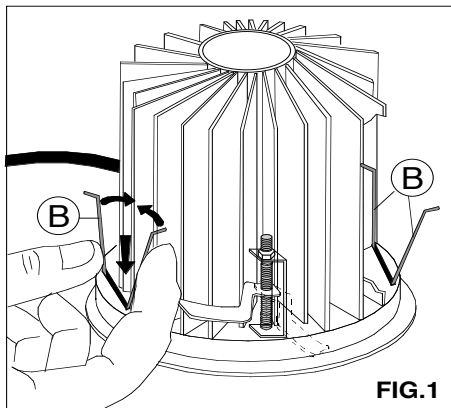

FIG.1
- I** - Togliere la parabola/anello reggivetto **A** agendo con le mani sulle molle **B**. **FIG.1/2**
- Remove the reflector/glass-holder trim **A**, acting the hands on springs **B**. **FIG.1/2**
- Enlever la parabole/l'anneau porte-verre **A**, agissant avec les mains sur ressorts **B**. **FIG.1/2**
- Den Reflektor/Glashalterring **A** entfernen, mit den Händen auf Federn wirken **B**. **FIG.1/2**